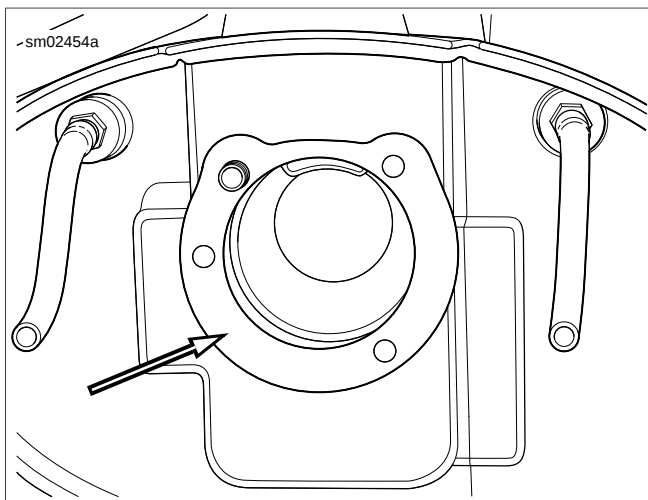

Figure 1-7. Joint (typique)
1. Voir Figure 1-7. Positionner le **nouveau** joint sur la plaque arrière.